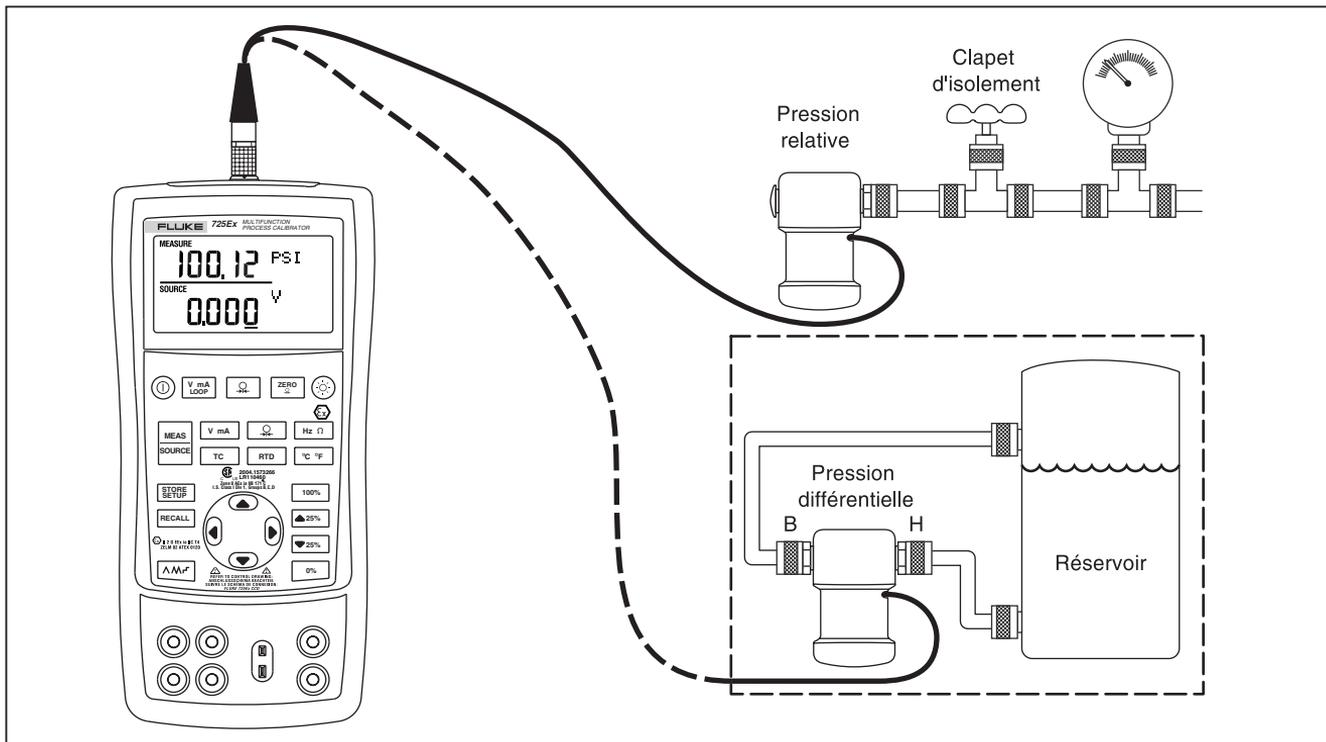

Figure 13. Branchements pour la mesure de pression
1. Branchez le module de pression au calibrateur conformément à la figure 13. Les filets sur les modules de pression acceptent des raccords de tuyau NPT 1/4 standard. Utilisez au besoin l'adaptateur fourni 1/4 NPT - 1/4 ISO.